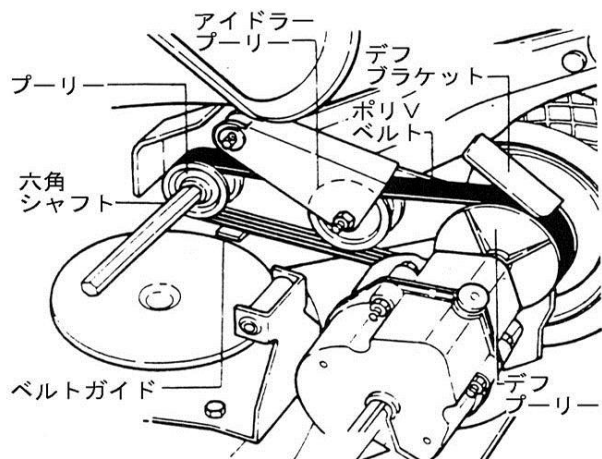

図 6-16
- ベルトを切断したり取り外す前に、プーリー間のベルトの経路をメモしておきます。(図6-16)